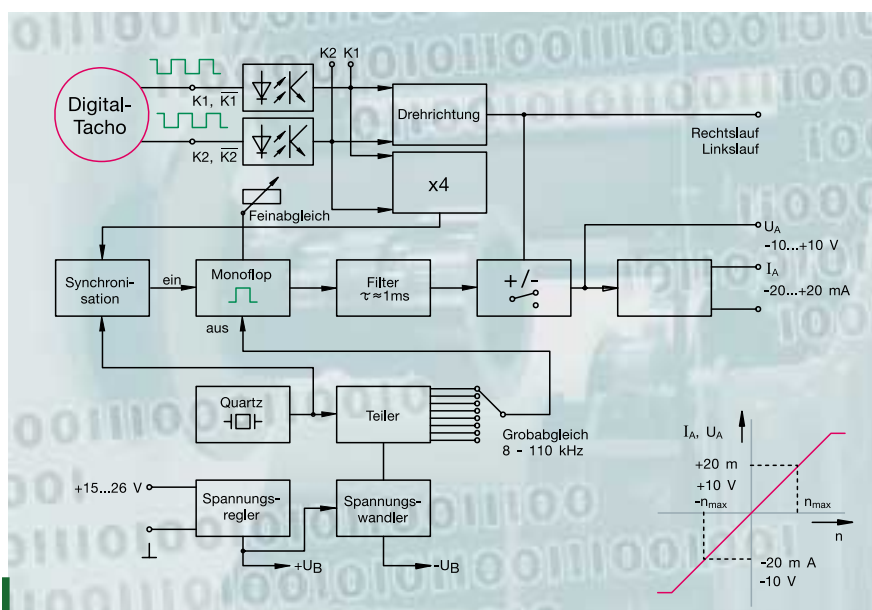

Bild 31: Der Bipolar f/A Converter HEAG 121 P erzeugt aus Rechtecksignalen ein bipolares analoges Tacho-Signal.
- Der **Bipolar f/A Converter HEAG 121 P** mit Opto-Koppler-Eingängen zur Potentialtrennung setzt die Rechtecksignale mit der Frequenz f in ein bipolares, also von der Drehrichtung abhängiges, **analoges Signal $U_A(f)$** bzw. **$I_A(f)$** um. Die Eingänge können auf den Signalpegel TTL (+5 V) oder HTL (+9 V ... 30 V) und auf die Signalart K1, K2 oder $\bar{K}1, \bar{K}2$ umgeschaltet werden. Die Welligkeit der Ausgangsspannung ist $\leq 1\%$ für eine Impulsfolgefrequenz $f \geq 200$ Hz. Die Linearitätstoleranz der quartzgenauen Umsetzung ist $\leq 0,02\%$ (➔ Bild 31).